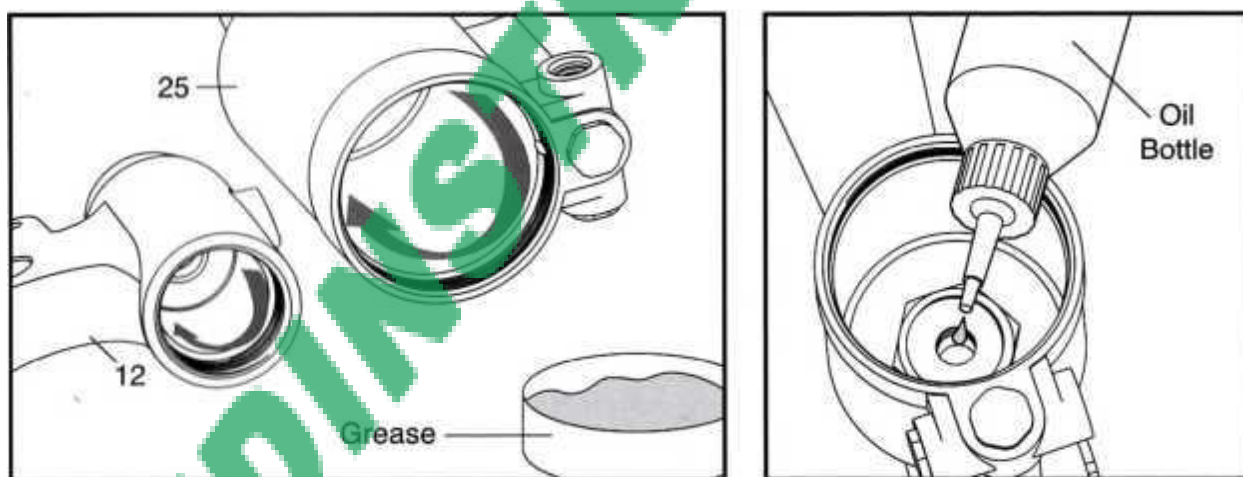

Рисунок 8
6. Сначала используйте длинную торцевой ключ 35 мм, чтобы открутить гайку блокировки масляного цилиндра (29), осторожно используйте штифт подходящего диаметра, чтобы вытащить рычажный штифт (35), а затем осторожно используйте шестигранный ключ 3 мм, чтобы отвинтить (26), окончательно отделите масляный цилиндр (12) от воздушного цилиндра (25).
7. Проверьте и замените изношенные уплотнительные кольца масляного цилиндра (10), опорные кольца масляного цилиндра (11), уплотнительное кольцо для поршней масла (16) и дополнительное кольцо масляного поршня (17). Также проверьте и замените изношенный масляный поршень (15).
8. Смажьте внутренние стенки масляного цилиндра (12) и пневматического цилиндра (25) (рис. 8), а также смажьте уплотнительное кольцо масляного поршня (16) и воздушное поршневое кольцо (48). Повторите в обратном порядке вышеуказанные шаги, чтобы собрать масляный цилиндр (12) и воздушный цилиндр (25) вместе, выровняв и используя шестигранный ключ 3 мм, чтобы закрепить замок-винт (26), а затем закрепите гайку-фиксатор масляного цилиндра (29) торцевым ключом 35 мм. Наконец, снова установите курок (32) обратно в воздушный цилиндр (25), зафиксировав штифтом (35).
9. Соберите узел масляного поршня (15AY), большие и малые возвратные пружины (18 и 19), (22) вместе с подвесным кронштейном (21) и уплотнительным кольцом подвесного кронштейна (20) и контейнером (24).